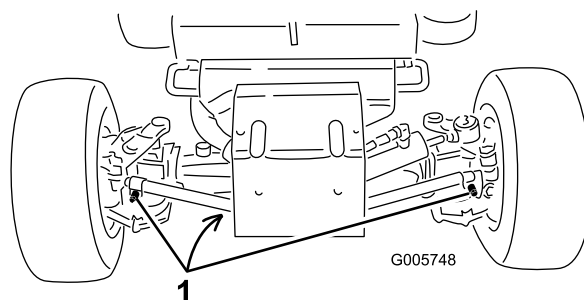

Figura 54
2. Limpe a zona em redor dos tampões de escoamento (Figura 54).